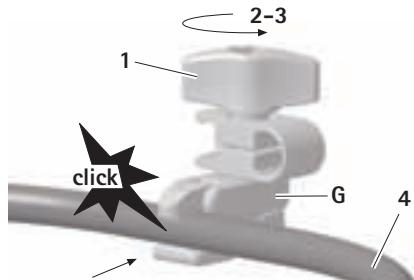

Fig. 6
- Fixar o grampo de fixação G na posição pretendida no quadro 4 (BV814R/BV815R), ver Fig. 6.